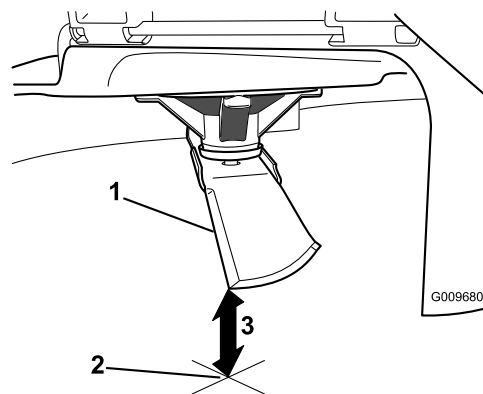

**Bild 64**
- Zwischen Messer und Oberfläche gemessener Abstand (A)
- Drehen Sie dasselbe Messer um 180 Grad, sodass die andere Schnittkante jetzt in derselben Stellung ist (Bild 64).